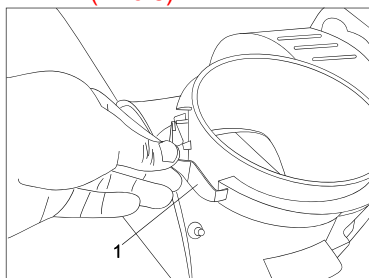
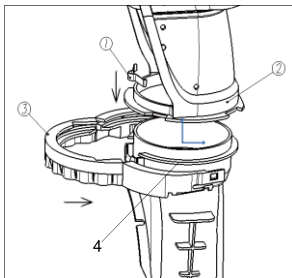

Рис.5
Рис.6
4. Вставьте пружину (1) в основание (4) (Рис.5). Установите на основание (4) желоб для выброса снега (2). Вставьте в основание (4) правое и левое стопорное кольцо (3) и надежно зафиксируйте их (Рис.6).